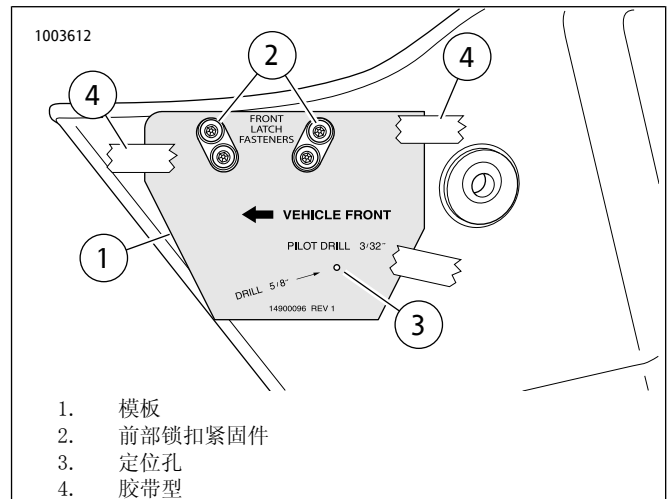

图18。模板和边箱
4. 参见图18。将模板(1)置于边箱外侧前部。模板椭圆孔卡在锁扣紧固件(2)上。使用胶带(4)固定模板。